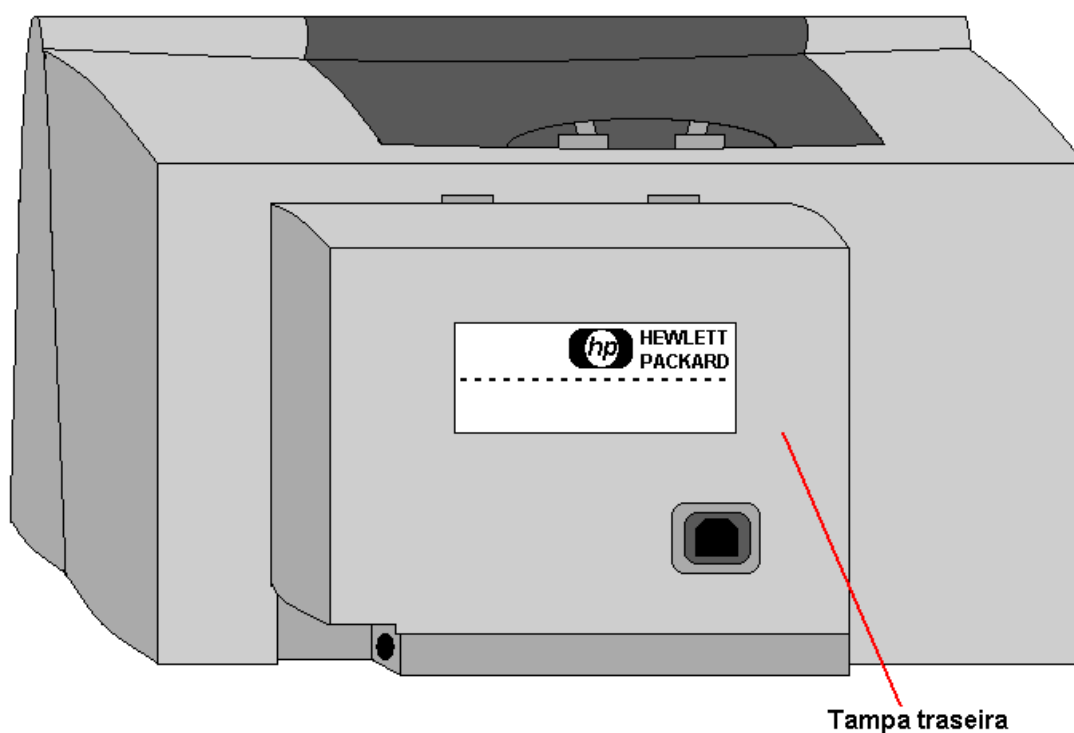

Figura 02.24: Parte traseira da impressora
- Atenção: na parte traseira da impressora há uma pequena tampa. Antes de prosseguir, abra-a (ela é travada na parte de baixo da impressora). Veja Figura 02.24;